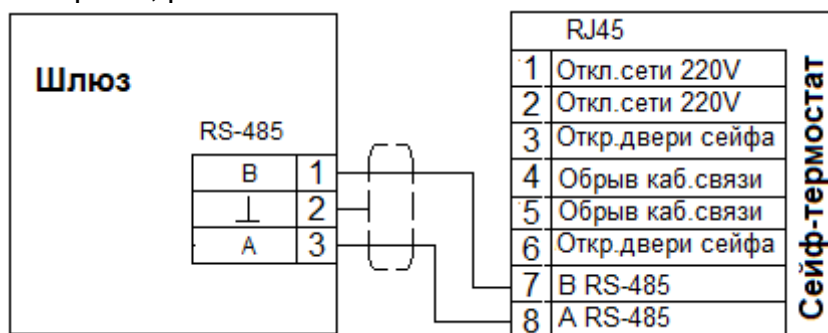

Рис. 8. Подключение интерфейса RS-485 сейфа-термостата к шлюзу.
6.20.13 Соединить сеть стандарта IEA RS-485 с шлюзом интерфейса Wi-Fi или Ethernet или GSM (2G) Пользователя, а затем подключить вилку RJ45 (8P8C) кабеля, витая пара upr 4 сети Пользователя, к разъему RJ45 сейфа-термостата, с предварительно настроенными и запрограммированными в режиме Modbus Slave, измерителями-регуляторами, рис. 8.